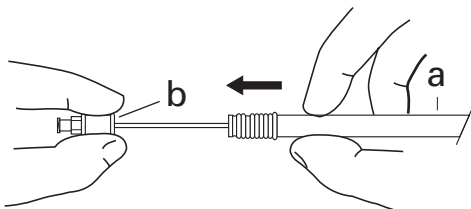

Fig. 6
4. Hold enden på kanylefestet på plass. Stenten blir anlagt når du trekker håndtaket (a) mot kanylefestet (b). (Fig. 6) Den radioopake markøren på innføringssystemet (h) angir hvor langt anleggingen har kommet.